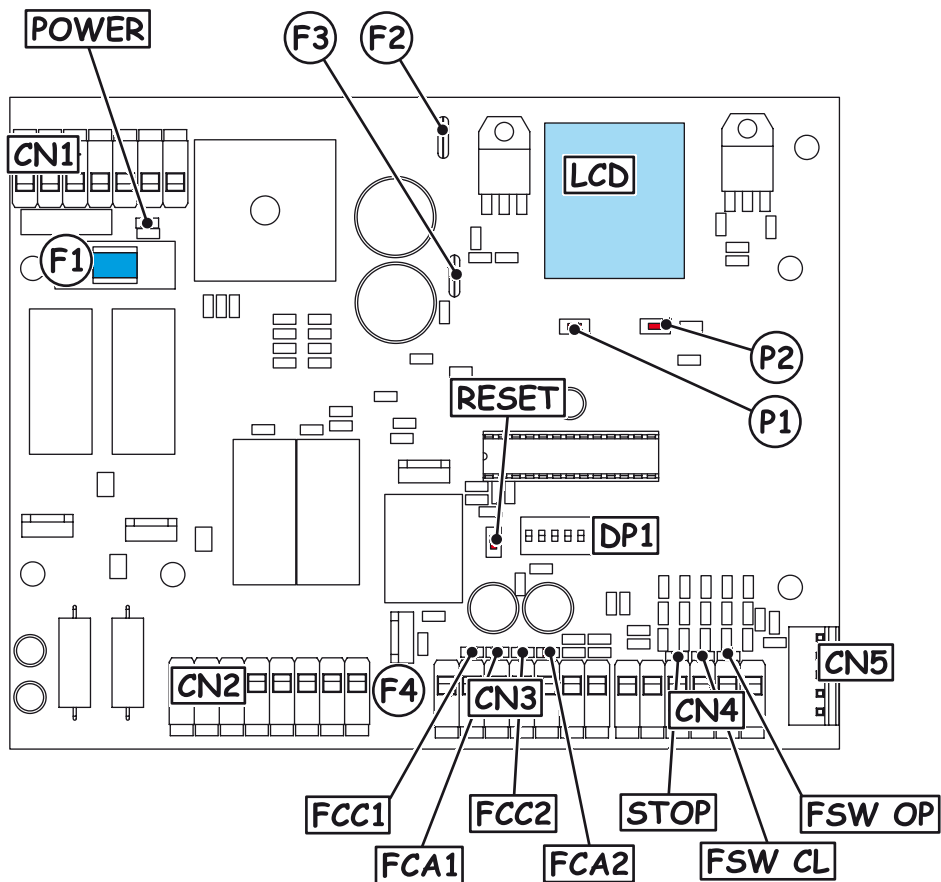

Fig. 1
4. LAY OUT SCHEDA (Fig. 1)	pag.3
**4. LAY OUT SCHEDA (Fig. 1)**